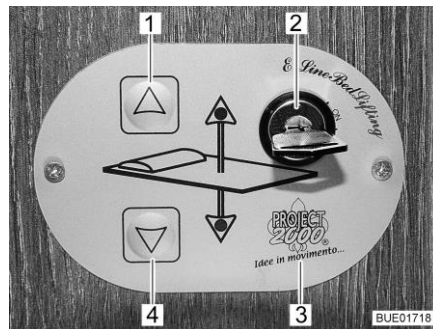

Fig. 139 Elemento de mando
Con las teclas (Fig. 139,1 y 4) en el elemento de mando (Fig. 139,3), se subirá o bajará la cama elevada. Con el interruptor llave (Fig. 139,2), se bloqueará el elemento de mando contra su utilización no autorizada.
- Girar la llave en el interruptor llave (Fig. 139,2) 90° en sentido de las agujas del reloj a la posición "On". El elemento de mando (Fig. 139,3) está activado.
- Pulsar la tecla de flecha (Fig. 139,4) y mantenerla pulsada hasta que la cama elevada haya bajado a la posición deseada.
- Pulsar la tecla de flecha (Fig. 139,1) y mantenerla pulsada hasta que la cama elevada haya subido a la posición final.
Si la cama elevada ya no se deja desplazar con las teclas de flecha (Fig. 139,1 y 4), controlar primero los fusibles (véase apartado 9.10.1). Si los fusibles están en orden y la cama elevada no se deja desplazar a pesar de esto, se podrá manejar la cama elevada en forma manual.